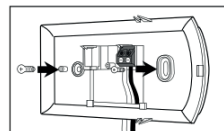

Fig. 3.3
4. Montare la base sul muro e verificare che i fori nel muro siano coperti dalla base tramite il coperchio, lasciando fuoriuscire i fili in arrivo. Fig. 3.3 Allentare le viti nel blocchetto e inserire i fili. (vedere fig. precedenti per stabilire quale collegamento utilizzare).